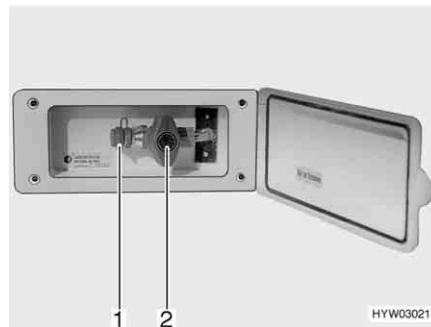

Fig. 148 Ligação exterior do gás, torneira de segurança do gás fechada
Dependendo do modelo, a ligação exterior do gás (Fig. 148) encontra-se na parte traseira ou no lado esquerdo ou direito do veículo.
- Ligue o aparelho externo a gás no ponto de ligação (Fig. 148,1).
- Abra a torneira de segurança do gás (Fig. 148,2).